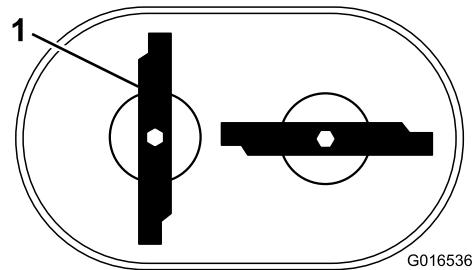

Рисунок 46
**Примечание:** Ножи должны быть расположены перпендикулярно, формируя перевернутую букву «Т», как показано на Рисунок 46.